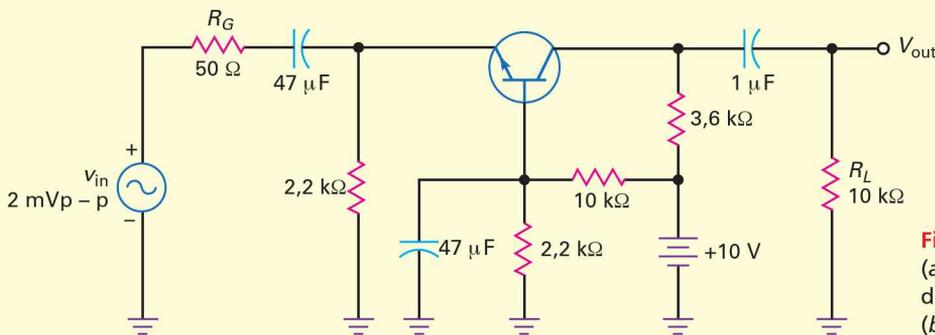

Figure 9.25
Quelle est la tension de sortie à la figure 9.25 ?
9.15 Avez-vous compris ? À la figure 9.25, changer V_{cc} en 20 V et calculer v_{out} .